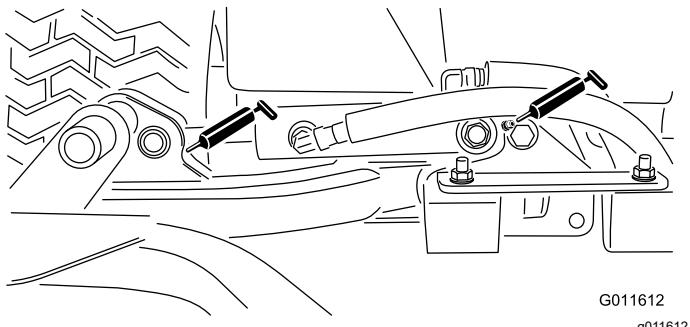

Рисунок 65
- Цилиндры подъемного рычага режущего блока (по 2 шт.)—Рисунок 65
- Оси поворота подъемного рычага (по 1 шт.)—Рисунок 65